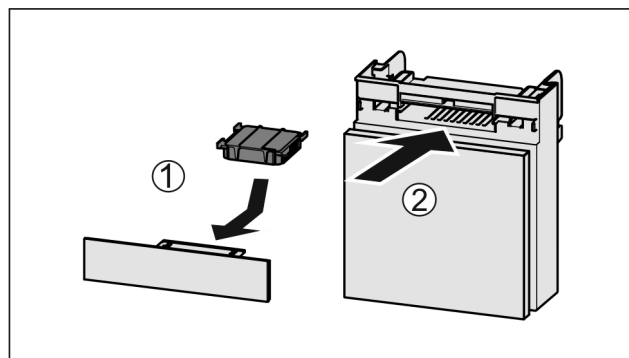

Fig. 179
- Actiefkoolfilter overeenkomstig afbeelding aanbrengen Fig. 179 (1).
- Lade erin schuiven Fig. 179 (2).